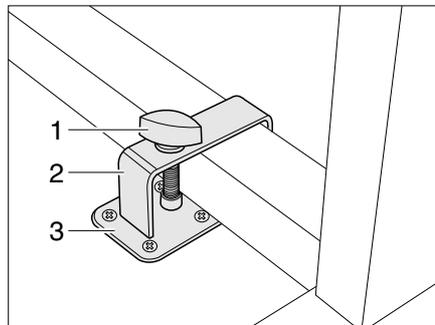
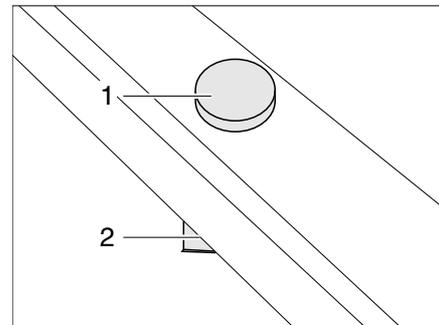

Bild 84 Arretierung Schwenktisch mit Bügel
Bild 85 Arretierung Schwenktisch ohne Bügel
- Den Schwenktisch neben die Halterung (Bild 84,3) bzw. auf die Halterung (Bild 85,2) stellen.
- Den Bügel (Bild 84,2) mit der Halteschraube (Bild 84,1) über den Tischfuß legen.
- Den Bügel und ggf. den Schwenktisch so verschieben, dass die Halteschraube (Bild 84,1 bzw. Bild 85,1) in die Halterung (Bild 84,3 bzw. Bild 85,2) geschraubt werden kann.